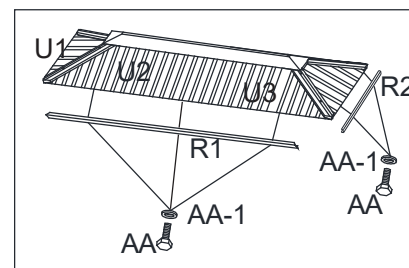

Figure 12-4
12.4. Fixer la garniture latérale de l'évent de toit la garniture latérale de l'évent de toit - côté long (R1) et la garniture latérale de l'évent de toit - côté court (R2) sur les côtés du cadre de l'évent de toit (P1 et P2) à l'aide des boulons (AA) et Rondelle en acier (AA-1). Répéter l'opération pour tous les côtés. Serrer tous les boulons. Voir la figure 12-4.